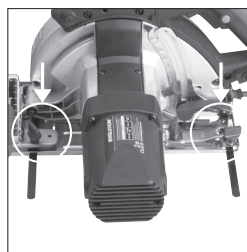

Fig. 2
- En caso de estar montada la regla paralela, quítela aflojando los dos (2) tornillos de mariposa y deslizándola hacia afuera de la placa de soporte de la máquina. **(Fig. 2)**